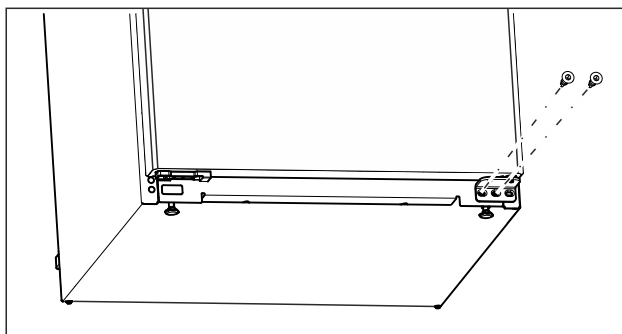

Fig. 11
- ▶ Am unteren Lagerbock die mittlere Schraube mit Schraubendreher Torx 20 herausdrehen. (siehe Fig. 11)
- ▶ Am unteren Lagerbock die innere Schraube mit Schraubendreher Torx 20 herausdrehen. (siehe Fig. 11)